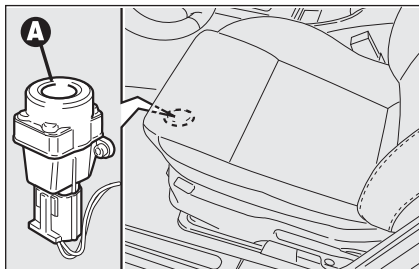

fig. 61
Pour réactiver l'interrupteur de blocage du carburant, appuyer sur le bouton **A-fig. 61**.
- appuyer sur le bouton **A-fig. 61** pour réactiver l'interrupteur de blocage du carburant;